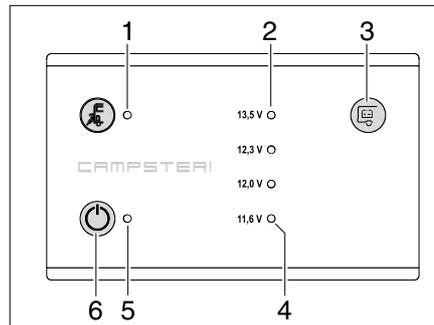

Bild 75 Panel LT 104
Mit dem Sensor-Tastfeld (Bild 75,3) kann die Batteriespannung der Wohnraumbatterie angezeigt werden.
Die Kontroll-LEDs (Bild 75,2) zeigen die Batteriespannung an.
- Rote Warn-LED (Bild 75,4) leuchtet: Batteriespannung über 11,6 V
Die rote Warn-LED (Bild 75,4) leuchtet, sobald die Spannung der Wohnraumbatterie nur noch 11 V (Messung im laufenden Betrieb) beträgt und damit Tiefentladung droht.
Der 12-V-Hauptschalter (Bild 75,6) schaltet das Panel und die 12-V-Versorgung des Wohnraums ein und aus.
*Einschalten:* ■ Sensor-Tastfeld (Bild 75,6) berühren: Die 12-V-Versorgung des Wohnraums ist eingeschaltet. Die 12-V-Kontroll-Leuchte (Bild 75,5) leuchtet grün.
*Ausschalten:* ■ Sensor-Tastfeld (Bild 75,6) erneut berühren: Die 12-V-Versorgung des Wohnraums ist ausgeschaltet. Die 12-V-Kontroll-Leuchte (Bild 75,5) erlischt.
Die 12-V-Kontroll-Leuchte (Bild 75,5) leuchtet, wenn der 12-V-Hauptschalter (Bild 75,6) eingeschaltet ist.
Die gelbe 230-V-Kontroll-Leuchte (Bild 75,1) leuchtet, wenn am Eingang des Elektroblocs Netzspannung vorhanden ist.